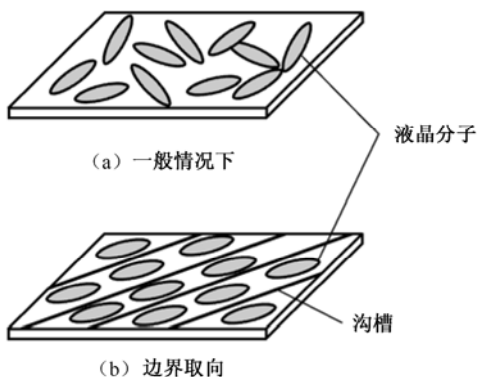

图 5-4 液晶边界取向性质
1) 边界取向性质：当无外场存在时，液晶分子在边界上的取向很复杂。在最简单的自由边界上，液晶分子的取向会随液晶材料的不同而不同，可以垂直、平行，也可倾斜于边界，如图 5-4（a）所示。如果边界是一层刻有凹凸沟槽的取向膜，则凹凸沟槽对液晶分子的取向起主导作用，通过摩擦，液晶分子就朝这个方向取向，如图 5-4（b）所示。